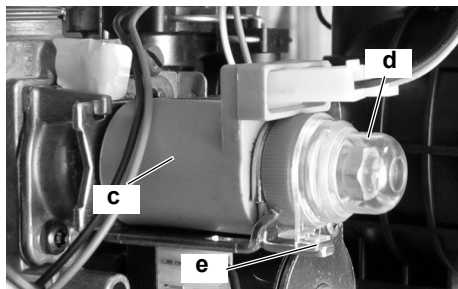

Figura 7.2 Modulatore gas
- 2 A caldaia spenta (fuori servizio), controllare la pressione di alimentazione utilizzando la presa **h** in **Figura 7.2** e confrontare il valore letto con quelli riportati nella tabella **Pressioni di alimentazione gas** nella sez. **Dati tecnici.**
- 3 **Richiudere bene la presa di pressione h** in **Figura 7.2**
- 4 Aprire la presa di pressione **g** in **Figura 7.2** e collegare un manometro
- 7 Rimuovere il cappuccio di protezione **d** dell'operatore modulante **c** in **Figura 7.2** ruotandolo in senso orario per liberarlo dal fermo **e** e facendo leva con un cacciavite piatto nella scanalatura.